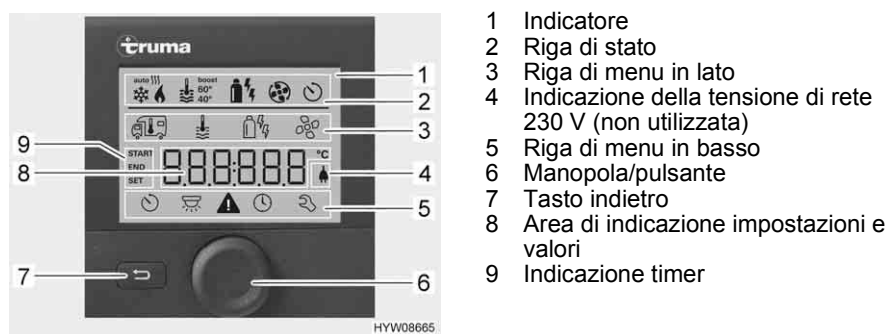

Fig. 59 Centralina di controllo con indicazioni
- Riga di stato (Fig. 59,2)
- Riga di menu in alto (Fig. 59,3)
- Area di indicazione (Fig. 59,8)
- Riga di menu in basso (Fig. 59,5)
- Premere la manopola/il pulsante (Fig. 59,6) per circa 3 secondi. Vengono visualizzate entrambe le righe di menu (Fig. 59,3 e Fig. 59,5). Il primo simbolo lampeggia.
- Ruotare la manopola/il pulsante (Fig. 59,6), finché viene visualizzato il simbolo del menu desiderato.
- Premere la manopola/il pulsante per memorizzare il valore impostato. Se il valore impostato originariamente non deve essere modificato: Premere il tasto indietro (Fig. 59,7).
- Ruotare la manopola/il pulsante (Fig. 59,6), finché il simbolo del menu del riscaldamento (Fig. 60,1) lampeggia.
- Premere la manopola/il pulsante per memorizzare il valore impostato. Il simbolo nella riga di stato lampeggia (Fig. 59,2), finché viene raggiunta la temperatura impostata. Se il valore impostato originariamente non deve essere modificato: Premere il tasto indietro (Fig. 59,7).
- Ruotare la manopola/il pulsante (Fig. 59,6), finché il simbolo del menu delle ventole (Fig. 60,4) lampeggia.
- Ruotare la manopola/il pulsante (Fig. 59,6), finché il simbolo del menu del timer (Fig. 60,6) lampeggia.